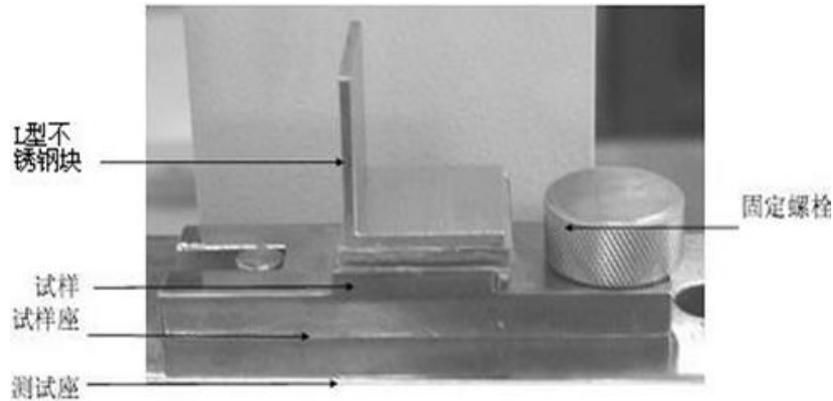

图 8
6.3 将制作好的试样座之一置于测试座上，并按照图 8 所示，将试样座紧锁在测试座上（见图 8）。
8.4 将冲击锤固定在悬空位置，将制作好的试样座之一置于测试座上，并按照图 8 所示的试样安放方向安装好试样，将试样座紧锁在测试座上准备进行测试。